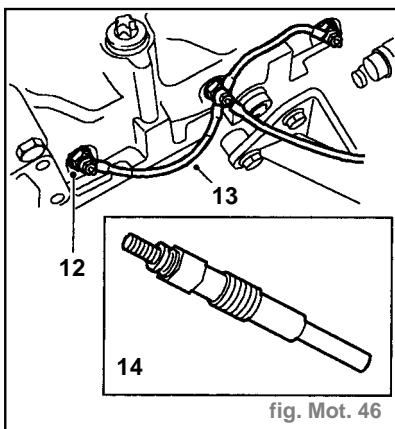

fig. Mot. 46
- Débrancher le connecteur Lucar (6) de la sonde d'indicateur de température.
- Desserrer le collier (7) et débrancher la durite supérieure de radiateur du coude de sortie de liquide de refroidissement.
- Enlever le boulon (8) maintenant le support du tube de jauge sur le coude de sortie de liquide de refroidissement.
- Enlever le boulon (9) maintenant le tuyau à dépression de servofrein sur le coude de sortie de liquide de refroidissement.
- Enlever 4 boulons (10) maintenant le coude de sortie de liquide de refroidissement sur la culasse.
- Enlever 3 écrous (12) de borne maintenant les fils d'alimentation sur les bougies de préchauffage (fig. Mot. 46).